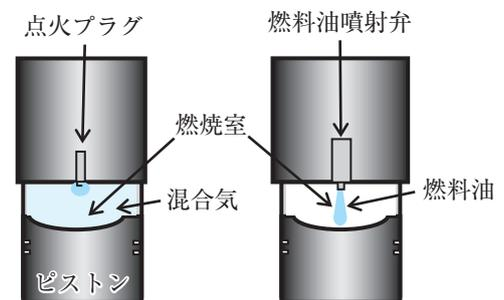

図2-1 火花点火方式(左)と圧縮点火方式(右)
- (1) 火花点火方式：シリンダ内に空気と燃料の混合気を入れ、点火プラグで着火。
- (2) 圧縮着火方式：圧縮し、高温・高圧となったシリンダ内の空気の中に燃料を噴射し、着火させる。(図2-1参照)